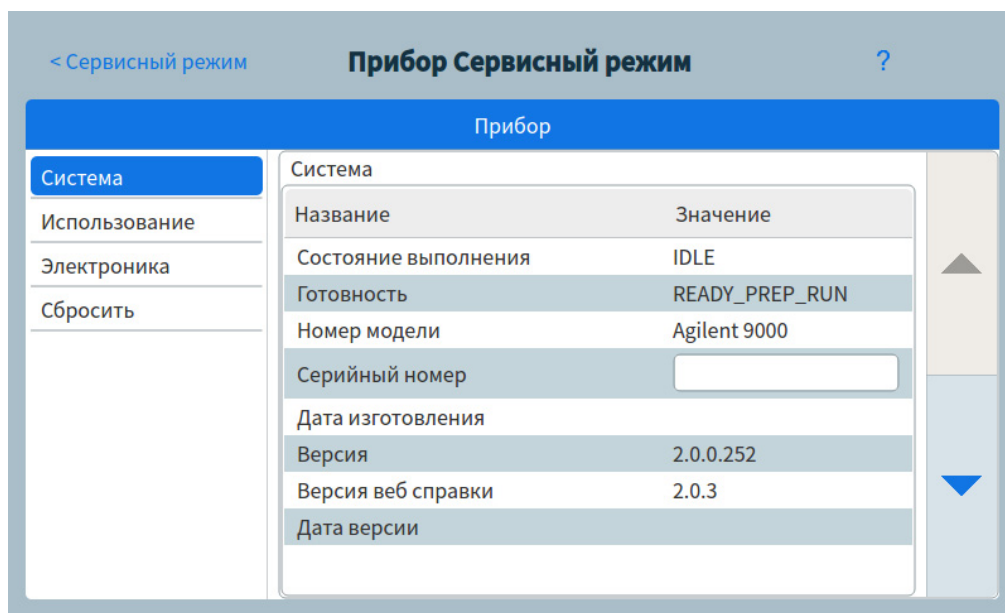

Рис. 36 Страница сервисного режима прибора
- 3 Нажмите соответствующую кнопку, чтобы выбрать необходимый тип компонента. Появится страница сервисного режима для выбранного компонента. См. Рис. 36.